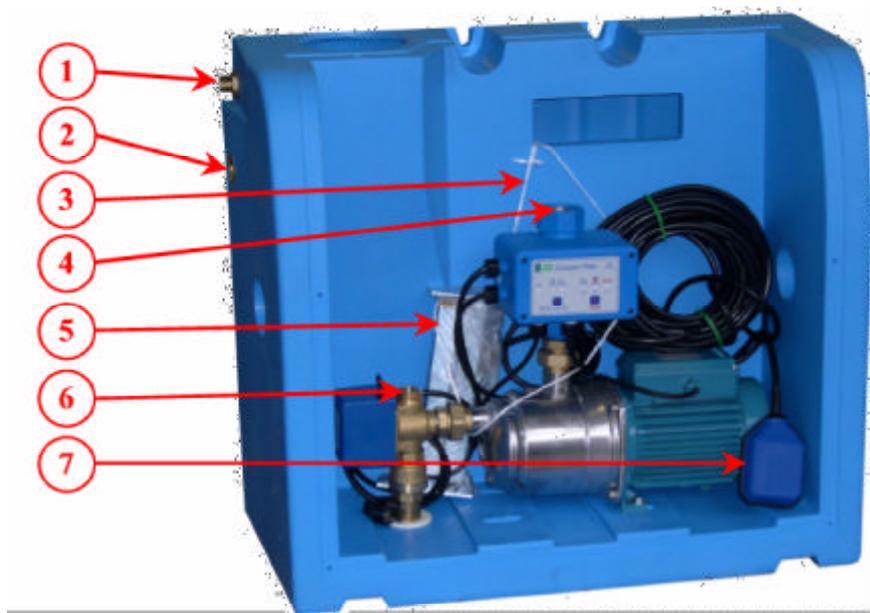

Figure 1: Réservoir d'eau potable Compact Rain
Positionner le réservoir d'eau potable Compact Rain sur une quelconque surface apte à en soutenir le poids, (environ 60kg.). Elles sont fournies au trousseau 2 étagères et les vis relatives à l'expansion pour la fixation au mur (Fig.1 Réf. 5). Vérifier les niveaux horizontaux et verticaux.
1. Enlever le fil de fixation pour le transport du flotteur et des étriers au mur (Fig.1 Réf. 3).
2. Raccorder la tuyauterie d'aspiration du réservoir de récolte eaux de pluie, douée de vanne de fond ou de retenue, à l' électrovanne à trois voies (filett. 1" mâle Fig.1 Réf. 6).
3. Raccorder le refoulement du Compact Rain (filet. 1"1/4 femelle Fig.1 Réf. 4) à l'installation utilisateur. On conseil l'usage d'un tuyau flexible (pour éviter dommages conséquents à tensions et/o vibrations) raccordements à trois pièces et un manomètre.
4. Raccorder le flotteur de remplissage du réservoir eau potable au réseau hydraulique (filet. 1" mâle Fig.1 Réf.1).
5. Raccorder la sortie de trop plein (filet. 1" femelle Fig.1 Réf. 2) avec une tuyauterie apte à écouler l' eau dans le cas que le niveau intérieur dans le réservoir monte au-delà des limites permises.
6. Installer le flotteur (Fig.1 Réf. 7) dans le réservoir de récolte eaux de pluie qui en positionnent le contrepoids à la distance juste, pour obtenir le point de contact aux niveaux désirés et vérifier qu'il y ait pas obstacles à son mouvement. À l'éventualité c' est possible débrancher les fils de l'apparat électrique, effectuer la pose du câble et le reconnecter, (voir par. 2.3.4 Reccordement flotteur et montre).